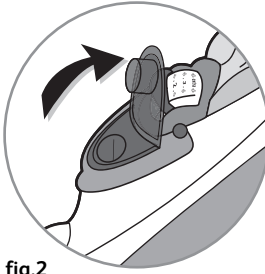
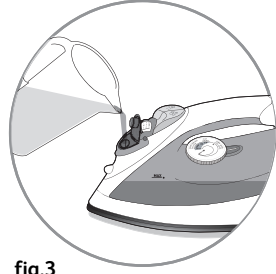

fig.2
fig.3
- Откройте крышку заполнения емкости **(рис.2)**, поставьте утюг горизонтально и заполните его **(рис.3)**.